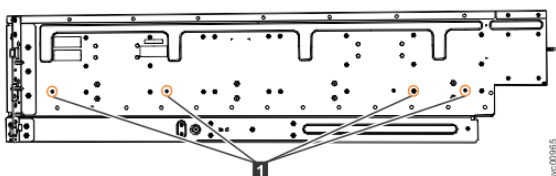

Figure 56. Emplacements des vis de fixation de la glissière interne au boîtier
4. Utilisez quatre vis M4 pour fixer la glissière interne sur le côté du boîtier. La Figure 56, à la page 57 montre les emplacements des vis.